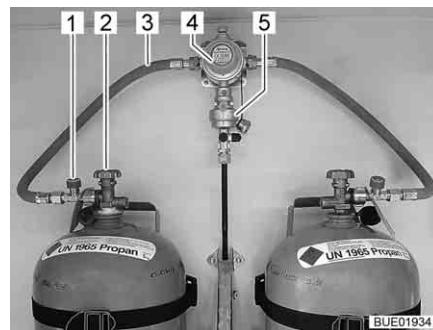
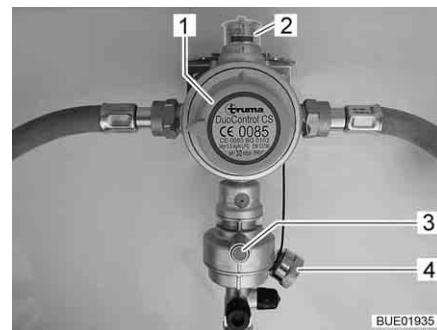
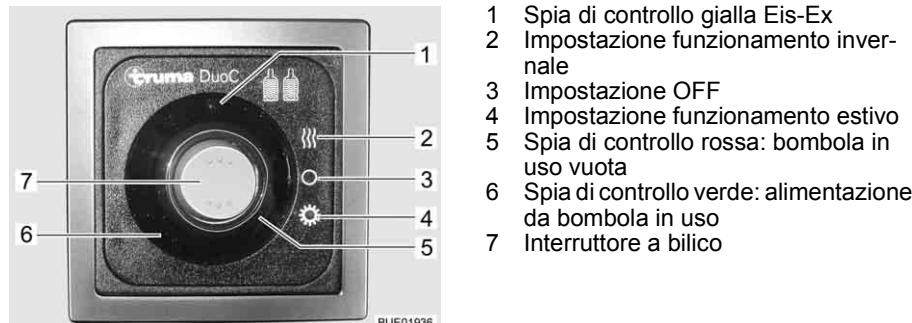

Fig. 60 Bombole del gas con DuoControl
Fig. 61 Impianto di regolazione DuoControl
Fig. 62 Centralina di controllo (Duo-Control)
L'impianto di regolazione DuoControl consiste in una valvola di commutazione (Fig. 60,4) e un sensore crash (Fig. 60,5). L'impianto di regolazione DuoControl è installato tra i tubi flessibili del gas (Fig. 60,3) con un dispositivo antirottura del tubo flessibile (Fig. 60,1). Con la manopola (Fig. 61,1) sulla valvola di commutazione è possibile stabilire quale delle bombole del gas viene utilizzata come bombola in uso e quale come bombola di riserva.
Nella finestra di controllo (Fig. 61,2) viene visualizzato lo stato del rifornimento di gas:
Il funzionamento con una sola bombola del gas è consentito, ma in questi casi il collegamento aperto deve essere assolutamente chiuso con una copertura cieca (Fig. 61,4).
Il sensore crash blocca l'alimentazione del gas in caso di forti vibrazioni (es. incidente). Il sensore crash viene azionato mediante pressione del tasto reset verde (Fig. 61,3).
Il dispositivo antirottura del tubo flessibile (Fig. 60,1) blocca il flusso di gas quando il tubo flessibile collegato si rompe. Il dispositivo antirottura del tubo flessibile deve essere attivato premendo il tasto verde.
Tramite la centralina di controllo (Fig. 62) è possibile attivare e disattivare l'alimentazione del gas tramite l'impianto di regolazione DuoControl. Le valvole principali di arresto (Fig. 60,2) delle bombole del gas e i rubinetti di arresto del gas degli apparecchi devono essere aperti manualmente.
È possibile passare dal funzionamento estivo a quello invernale tramite l'interruttore a bilico (Fig. 62,7) della centralina di controllo.
Le due spie di controllo sulla centralina di controllo indicano il livello di riempimento della bombola in uso. Quando la spia di controllo verde (Fig. 62,6) è accesa, la bombola in uso è sufficientemente piena. Se è accesa la spia di controllo rossa (Fig. 62,5), la bombola in uso è vuota. Il rifornimento di gas avviene poi tramite la bombola di riserva.
- Con la manopola (Fig. 61,1) sulla valvola di commutazione selezionare la bombola del gas, da cui proviene la principale alimentazione del gas (bombola in uso). Girare la manopola fino all'arresto.
- Aprire le valvole principali di arresto (Fig. 60,2) delle bombole del gas.
- Premere il tasto verde del dispositivo antirottura del tubo flessibile (Fig. 60,1). Nella finestra di controllo (Fig. 61,2) viene visualizzato il simbolo verde.
- Sulla centralina di controllo (Fig. 62) attivare l'impianto di regolazione DuoControl. Posizionare l'interruttore a bilico (Fig. 62,7) su funzionamento invernale (Fig. 62,2) oppure su funzionamento estivo (Fig. 62,4). La spia di controllo gialla Eis-Ex (Fig. 62,1) si accende quando si seleziona il funzionamento invernale.
- Portare l'interruttore a bilico (Fig. 62,7) nella posizione OFF (Fig. 62,3). Le spie di controllo si spengono.
- Chiudere le valvole principali di arresto (Fig. 60,2) delle bombole del gas.
Se la spia di controllo verde (Fig. 62,6) si spegne durante il funzionamento e la spia di controllo rossa (Fig. 62,5) si accende, significa che la bombola in uso è vuota e deve essere sostituita. Nella finestra di controllo (Fig. 61,2) viene visualizzato il simbolo rosso. La bombola di riserva continua ad alimentare le utenze a gas.
- Ruotare di mezzo giro la manopola (Fig. 61,1) in direzione della bombola del gas utilizzata. In questo modo questa bombola del gas ora è la bombola in uso, mentre la bombola del gas vuota diventa la bombola di riserva. Il simbolo nella finestra di controllo (Fig. 61,2) passa da rosso a verde.
- Chiudere la valvola principale di arresto (Fig. 60,2) della bombola del gas vuota. Osservare la direzione della freccia.
- Premere il tasto verde del dispositivo antirottura del tubo flessibile (Fig. 60,1).